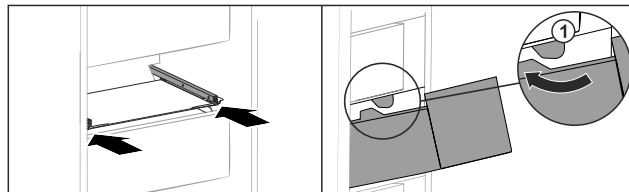

Fig. 147
- ▶ Vezesse el a fiókot az ütközők Fig. 147 (1) körül.